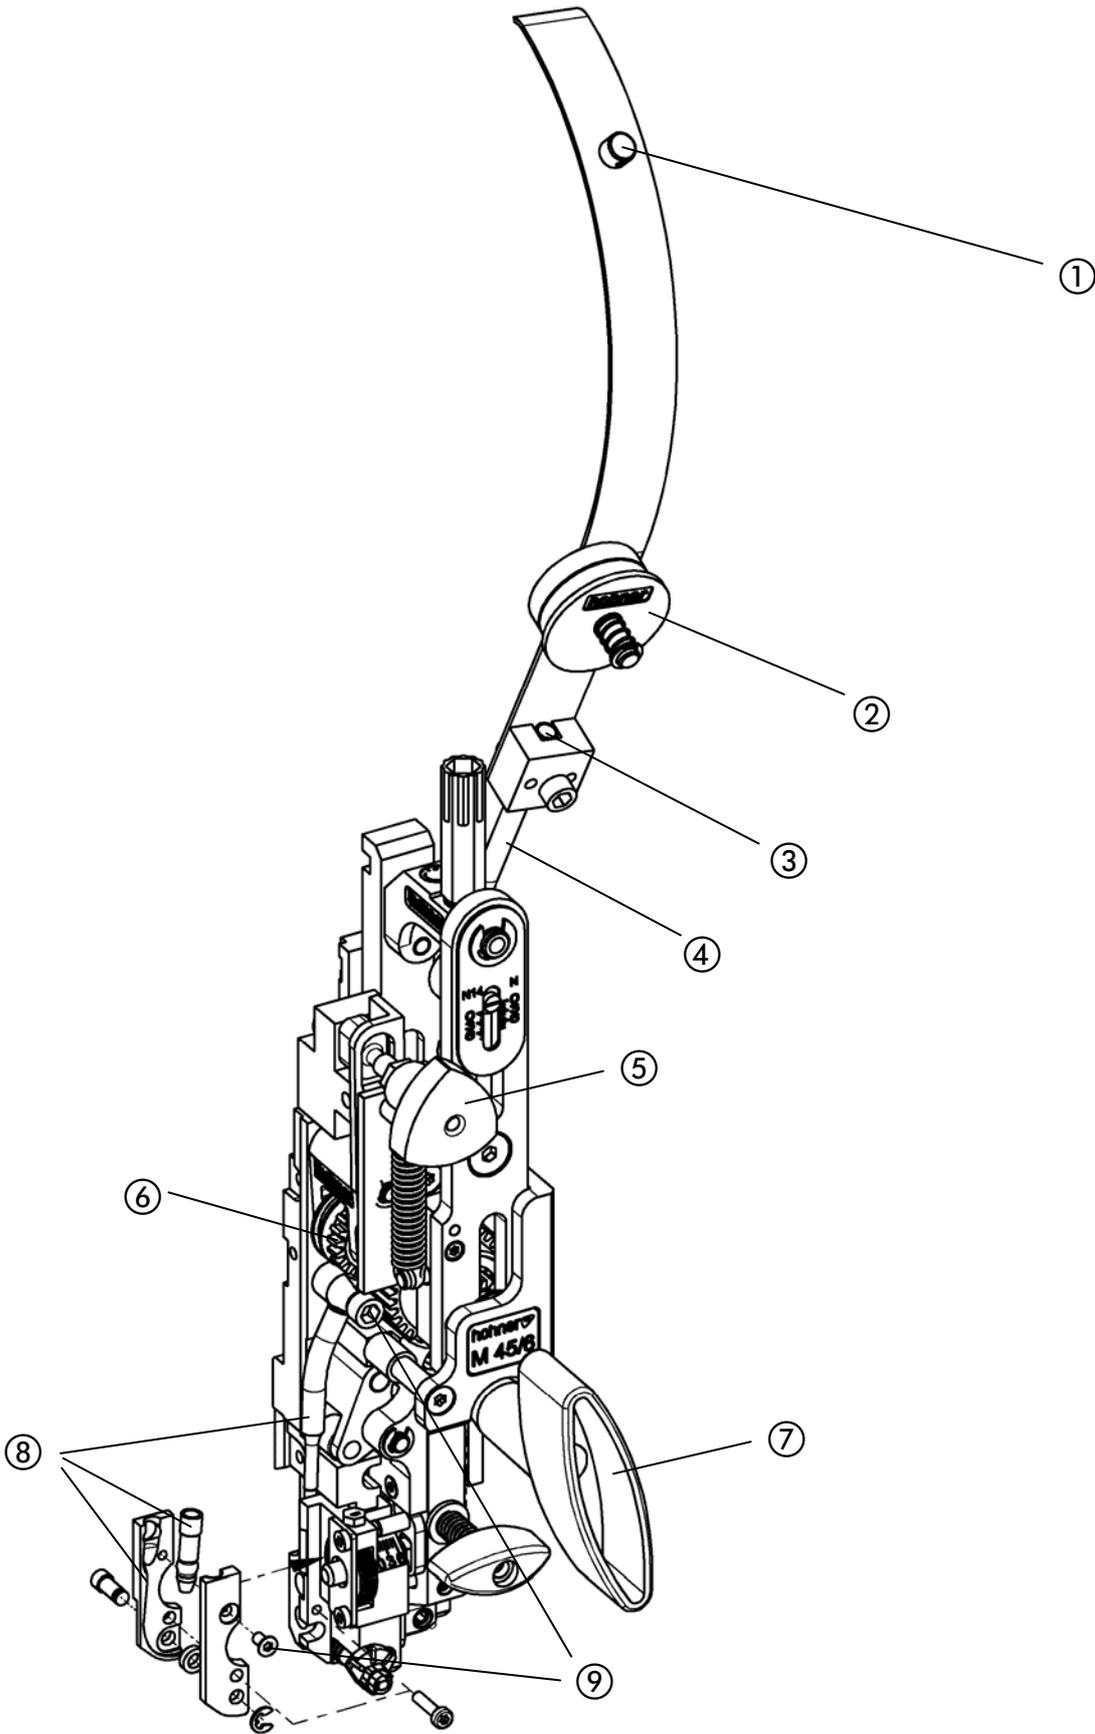

Fig. 9
- Fig. 9 -
- Desconectar el transporte de alambre (colocar empuñadura triangular ⑤ en "Posición media").
- Desconectar el transporte de alambre (colocar empuñadura triangular ⑦ en "Posición media").